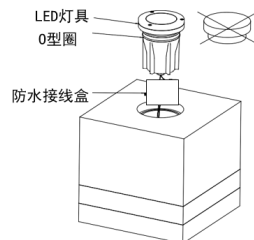

图 2
2. 混凝土凝固后，用螺丝起子或类似工具敲裂混凝土并取下塑料盖，将灯具接入接线盒并放入浇筑筒中<图2>；